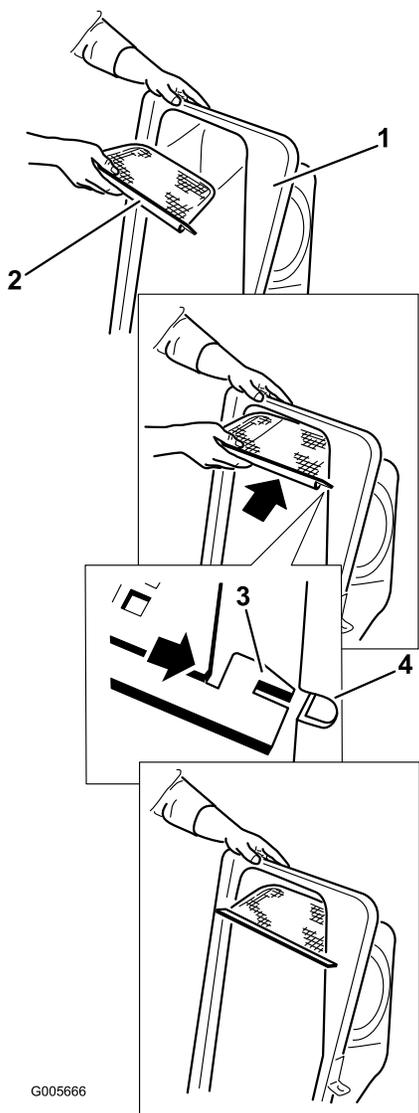

Figure 18
2. Montez le filtre comme montré à la Figure 18 de sorte qu'il soit incliné dans la direction des bacs de ramassage.